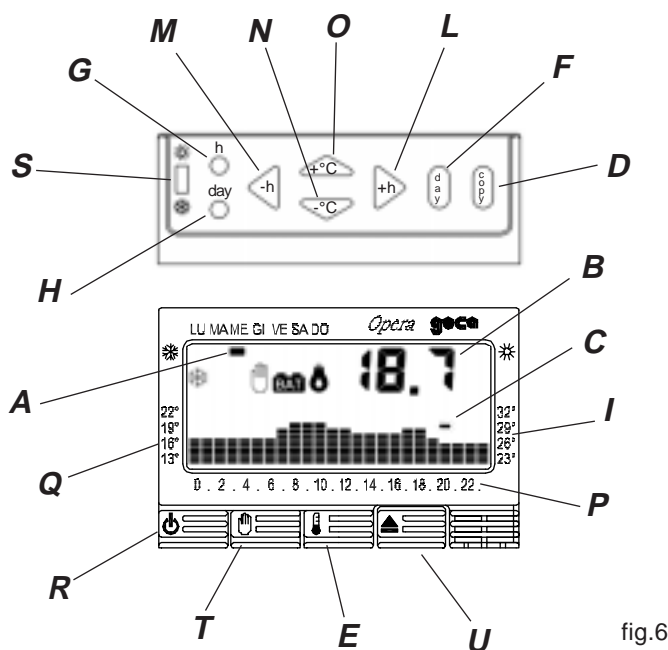

fig.6
**Opera** è dotato di due soglie di scarica delle batterie. Superata la prima soglia compare il simbolo **BAT** (fig.6) mentre l'apparecchio continua a funzionare regolarmente. Al raggiungimento della seconda, **Opera** blocca completamente le sue funzioni di termoregolazione mentre il display presenta solo l'ora, il giorno ed il simbolo di batteria scarica (**BAT**) lampeggianti. Durante la sostituzione delle pile i dati rimangono memorizzati per 10 minuti in assenza di alimentazione.
Per accedere facilmente a tutte le funzioni di programmazione del cronotermostato, è necessario estrarre il modulo dal cestello che lo contiene. A questo scopo premere leggermente il tasto **U** di fig.6 in modo che quest'ultimo ruoti verso l'esterno, tirare quindi il tasto stesso fino a che il modulo non si separi dal cestello. Nella parte superiore del modulo saranno ora disponibili tutte le funzioni necessarie alla programmazione (fig.6).
Particolare fondamentale dell'apparecchiatura è il display grafico che presenta un diagramma composto da 24 colonne rappresentanti le ore della giornata; l'altezza di ogni colonna indica la temperatura programmata per quell'ora. Il segmento in alto a sinistra (**A** in fig.6), muovendosi in corrispondenza delle scritte sopra esso, indica il giorno al quale si riferisce il programma. In alto a destra (**B** in fig.6) durante la programmazione viene visualizzata la temperatura programmata, durante il funzionamento normale vengono visualizzati alternativamente, premendo il tasto **E** di fig.6, l'orario o la temperatura ambiente.
Dopo aver eseguito correttamente l'installazione e alimentato il cronotermostato, posizionare il selettore **S** di fig.6 su  per il comando di apparecchiature di riscaldamento o su  per il comando di apparecchiature di raffreddamento.
Per modificare il programma standard portarsi al giorno desiderato mediante il tasto **DAY** (**F** in fig.6), e variare il grafico giornaliero utilizzando i quattro tasti centrali disposti a croce (+h, -h, +°C, -°C) fino alla visualizzazione della scritta **Init** sul display; rilasciando i tasti **Opera** riparte con l'inizializzazione descritta in precedenza.
- Premendo il tasto **DAY** (**F** in fig.6) si passa al giorno seguente visualizzando il programma memorizzato (se non esiste verrà visualizzato il grafico standard) che potrà venire modificato come descritto precedentemente.
- Copiando il giorno appena programmato nel giorno successivo premendo il tasto **COPY** (tasto **D** fig.6).
Terminata la programmazione dell'intera settimana non resta che mettere in passo l'ora ed il giorno premendo, mediante uno strumento appuntito, i due tasti a scomparsa **h** e **day** (**G** e **H** in fig.6).
Da questo momento **Opera** inizia il suo regolare funzionamento indicando ogni inserimento del carico (riscaldamento o condizionamento) mediante l'accensione del simbolo della fiamma sul display (fig.6).
Premendo il pulsante **T** di fig.6 il cronotermostato entra nel funzionamento manuale spegnendo il grafico (che rimane memorizzato) e accendendo il simbolo della mano (fig.6). Ora **Opera** si comporta come un semplice termostato ambiente dove la regolazione avviene impostando la temperatura con i tasti **+°C** e **-°C** (**N**, **O** in fig.6). La temperatura impostata, leggibile sul display, verrà mantenuta fino a che non si uscirà dal funzionamento manuale, premendo nuovamente il pulsante **T** di fig.6.
Premendo il pulsante **R** di fig.6, **Opera** manterrà attiva solo la funzione orologio disattivando tutte le altre funzioni.
Nel caso sia necessario regolare l'orologio, riaccendere il cronotermostato premendo nuovamente il tasto, dopodiché attraverso il tasto **h** a scomparsa (**G** in fig.6), provvedere alla regolazione.